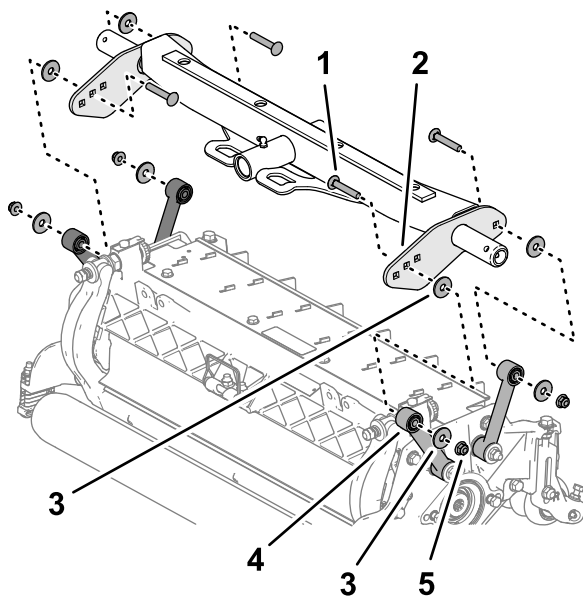

図 18
2. ワッシャをキャリアプレートとリンクの間に合わせ 図 18、プレートとスペーサを仮止めするキャリッジボルト $\frac{3}{8}$ x 2 $\frac{1}{4}$ "、ワッシャ、フランジロックナット $\frac{3}{8}$ "を使用する。